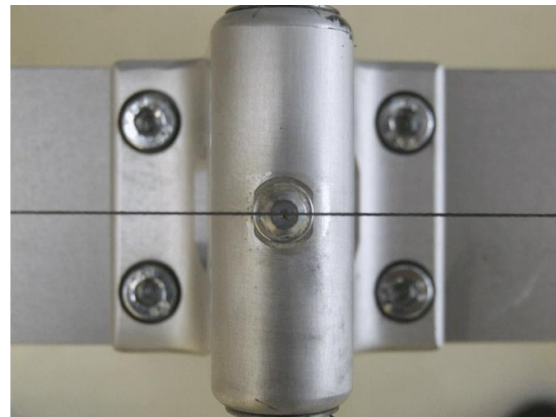

Abb. 3 - Referenzpunkt Schmiernippel
- 3 Position der Böcke so einstellen, dass die Messschnur knapp über dem mittig eingebauten Schmiernippel gespannt ist. Sicherstellen, dass der Schmiernippel auch tatsächlich mittig verbaut ist (Abb. 3).